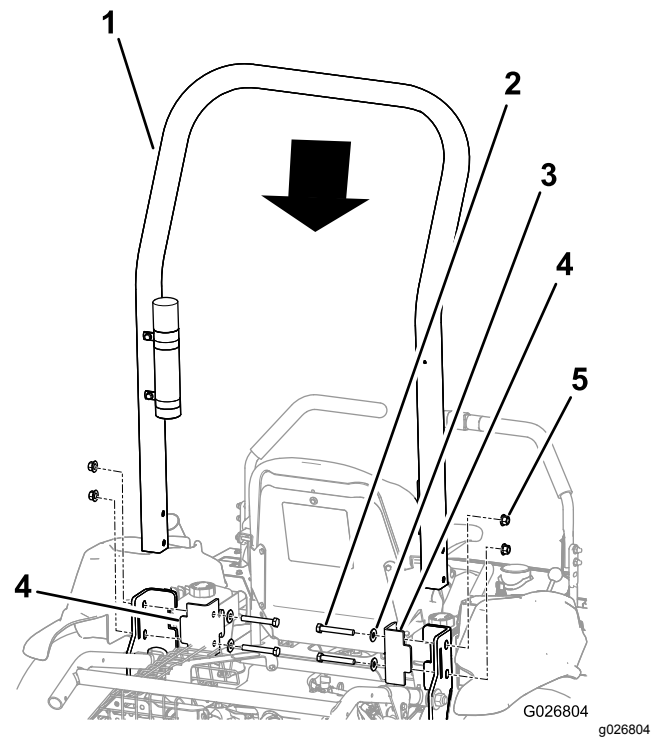

Bild 6
- Setzen Sie den Überrollbügel auf die Maschine, wie in **Bild 6** abgebildet.